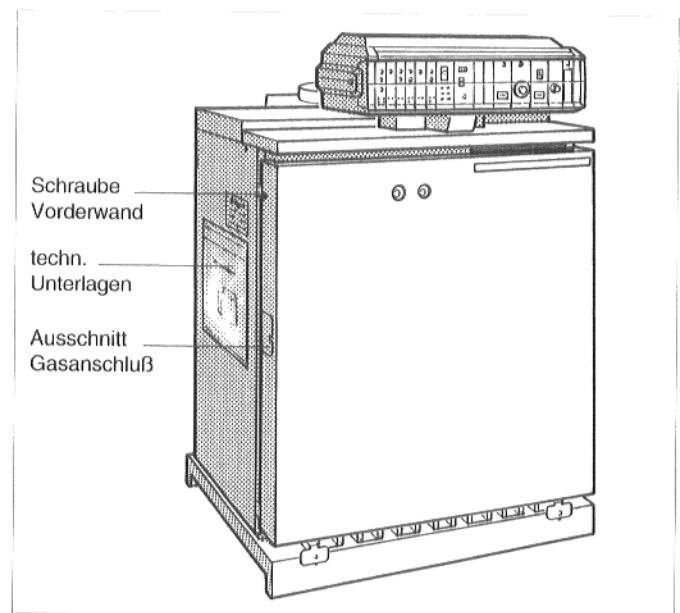

Abb. 19: G_324 LZ
- Befindet sich der Gasanschluß an der Kesselseite, an der der Ausschnitt für den Gasanschluß in der Vorderwand abgedeckt ist, Abdeckung abschrauben und an der anderen Seite wieder anschrauben (Abb. 19).
- Sicherungsschrauben oben seitlich links und rechts in Vorderwand eindrehen (Abb. 19).
Die Sichttasche mit den technischen Unterlagen mit zwei beiliegenden Schrauben an der Seitenwand befestigen, an der sie am besten sichtbar ist (Abb. 19).